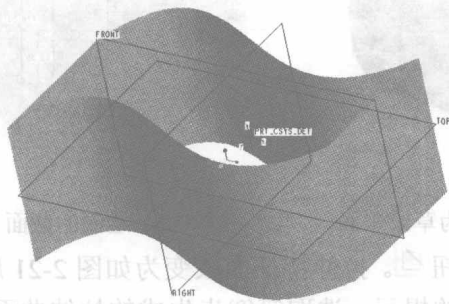

图 2-14 对称方式生成的拉伸曲面
- 03 选择了对称拉伸方式后，曲面显示如图 2-14 所示。